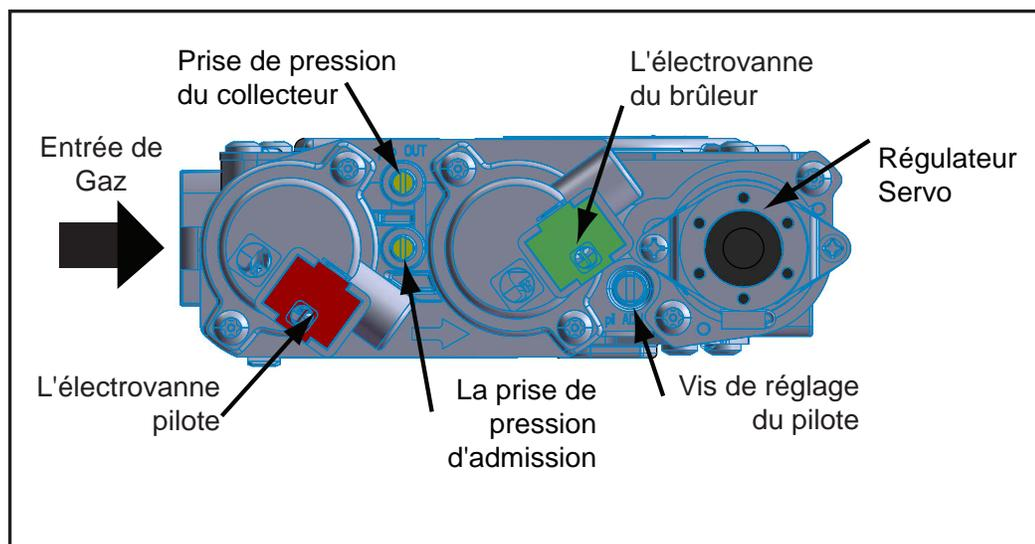

Figure 34: soupape à gaz entièrement étiquetée
15. Réglez les jambes pour vous assurer que l'appareil est de niveau et assez haut si un plateau de base et/ou la carte de montage doit être installé. Il y a quatre pieds de mise à niveau sur le fond du boîtier (voir Figure 34).